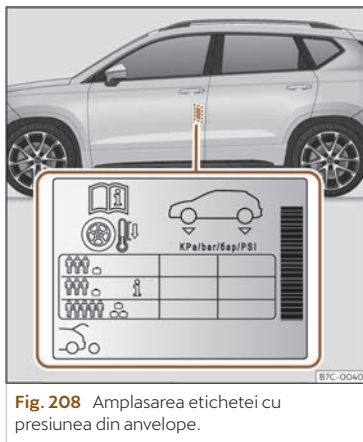

Fig. 208 Amplasarea etichetei cu presiunea din anvelope.
- Reglați presiunea în anvelope conform sarcinii transportate de autovehicul >>> **fig. 208.**
Valorile presiunii în anvelope sunt indicate pe autocolantul amplasat pe cadrul spate al ușii stânga față >>> **fig. 208.**
Presiunea din anvelope trebuie reglată în funcție de încărcătura transportată de autovehicul. Dacă autovehiculul urmează să fie încărcat la maximum, creșteți presiunea în anvelope până la valoarea maximă de încărcare de pe autocolant >>> **fig. 208.**
În cazul unei roți de rezervă compacte de dimensiuni reduse (125/70 R16 sau 125/70 R18), umflați-o la o presiune de 4,2 bari, conform indicației de pe eticheta cu presiunea în anvelope >>> **fig. 208.**
În funcție de autovehicul, presiunea din anvelope poate fi reglată la sarcină medie, pentru îmbunătățirea confortului la rulare (presiunea în anvelope **i** >>> **fig. 208**). La conducerea cu presiune confort în anvelope, consumul de combustibil poate fi ușor mai crescut.
- Șoferul este răspunzător pentru presiunea corectă a tuturor anvelopelor. Presiunea recomandată în anvelope este indicată pe etichetă >>> **fig. 208.**
- Presiunea în anvelope trebuie să fie întotdeauna cea indicată pe etichetă, cu anvelopele reci >>> **fig. 208.**